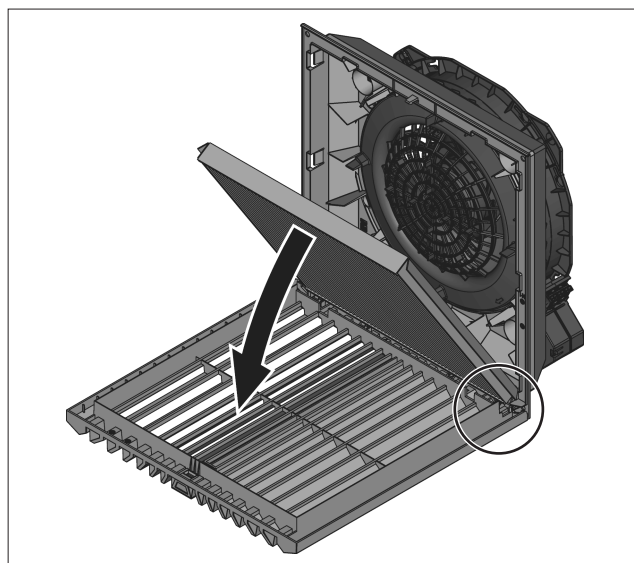

Fig. 14: Installazione del filtro a pieghe IP54
- Inserire il filtro a pieghe nella griglia di aerazione. La scritta «Top» indica la direzione di inserimento (vedi fig. 14).